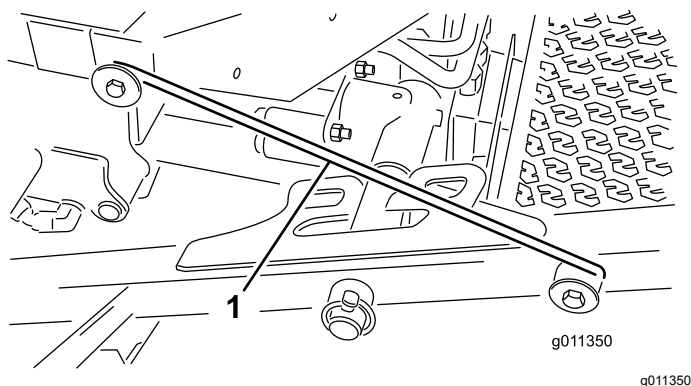

Figura 36
4. Desenganche la varilla de bloqueo (Figura 36) del enganche del bastidor de tiro delantero.
5. Levante la parte exterior de las carcasas de corte delanteras y coloque la varilla sobre el perno del bastidor montado en la parte delantera de la plataforma del operador (Figura 36).